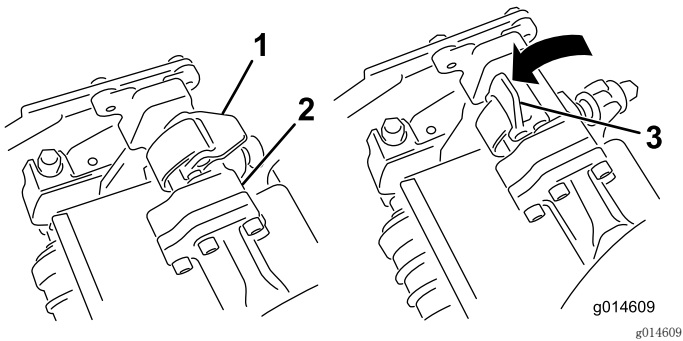
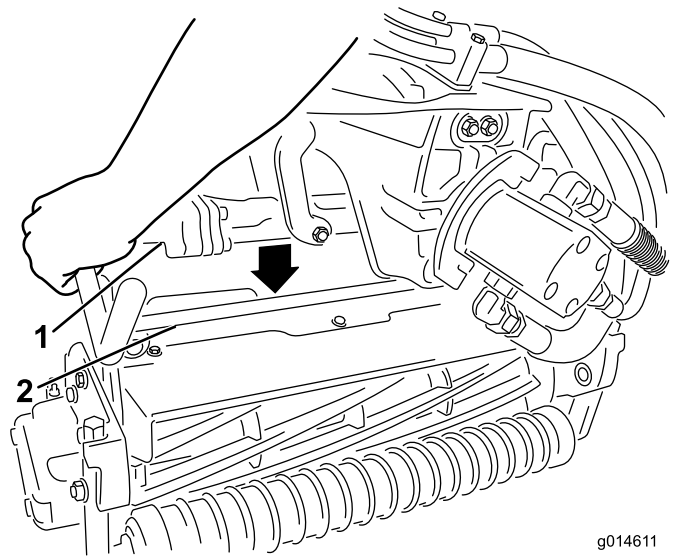

图36
图37
4. 当悬挂臂杆上的闩锁指向上方（即打开）时（图36），向下压悬挂臂，使悬挂臂杆与滚刀组上方的支架相契合（图37）。
5. 向下并绕着滚刀组横杆关闭闩锁，将它们锁定到位（图36）。
- 打开您正在拆下的滚刀组悬挂臂上的门锁（图36）。